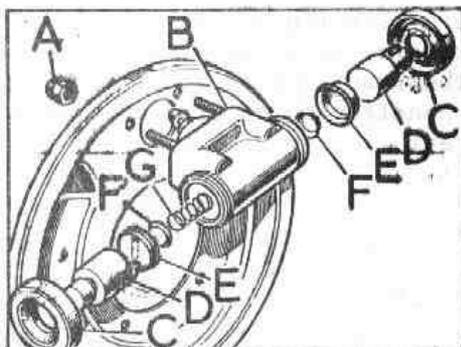

Fig. H-40 Cilindro de rueda
- 1.5. Soltar las tuercas de fijación, A (Fig. H-40) y retirar el cilindro del freno, B, tapas, C, émbolos, D, goma, E, soporte de goma, F y muelle, G, del tornillo de purga y éste con la bola de la válvula.